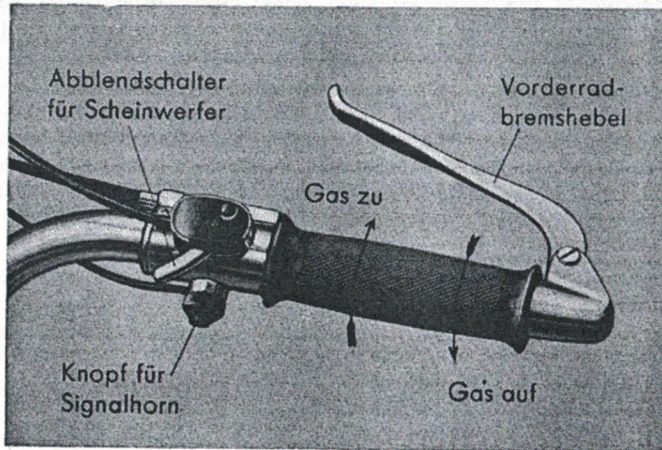

Abb. 3 Rechtes Lenkerende
a) Gasdrehgriff. Der rechte Drehgriff, der durch Bowdenkabel auf den Gasschieber des Vergasers wirkt, öffnet durch Linksdrehung, also nach rückwärts und schließt durch Rechtsdrehung - nach vorwärts - (Abb. 3). Beim Leerlauf bleibt der Drehgriff geschlossen.